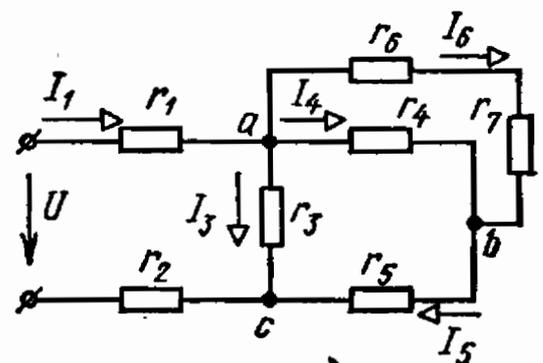

Рис. 1.18
1.18. Найти распределение токов в цепи схемы рис. 1.18, если $r_1 = r_2 = 0,5$ Ом; $r_3 = 6$ Ом; $r_4 = 6$ Ом; $r_5 = r_6 = 1$ Ом; $r_7 = 2$ Ом, а напряжение на входе $U = 120$ В.
1.19. Найти токи в схеме рис. 1.18, пользуясь методом пропорциональных величин.